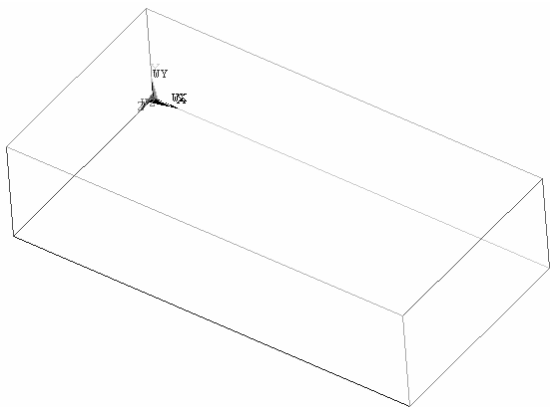
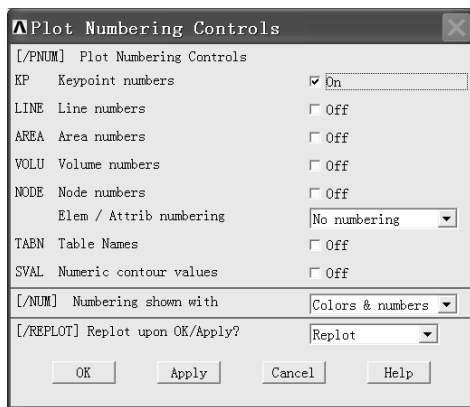

图 2-14 长方体的边
图 2-15 “Plot Numbering Controls”窗口
(4) 依次选择 Utility Menu>Plot>Lines, 显示长方体的棱边(见图 2-14)。
(5) 依次选择 Utility Menu>Plot>Keypoints, 显示长方体的关键点。
(6) 依次选择 Utility Menu>PlotCtrls>Numbering..., 弹出“Plot Numbering Controls”窗口(见图 2-15)。选中该窗口的“KP Keypoint numbers”后的单选框。此操作的目的是为了显示关键点的编号(选中其他单选框还可以显示线段、面、体等元素的编号)。